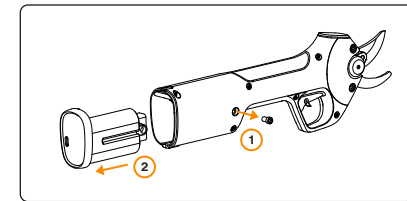

Figura 6: Scoaterea și schimbarea acumulatorului.
- Scoateți șurubul imbus de 4 mm din capac, așa cum este descris în figura 6.